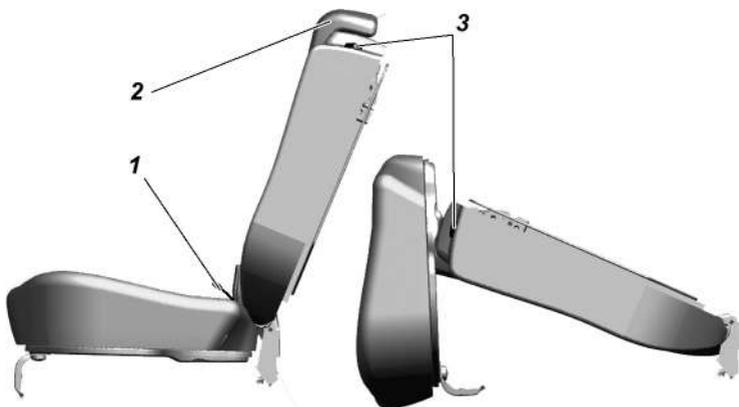

Рис. 3.38. Заднее трехместное сиденье:
Заднее трехместное сиденье (рис. 3.38) состоит из одноместной и двухместной подушки и одноместной и двухместной спинки.
- потяните за петлю 1 (рис. 3.38) (предварительно надавив на подушку, только для УАЗ ПИКАП), установите подушку в вертикальное положение;
- потяните за рычаг 3 по направлению движения автомобиля, освободив спинку, уложите ее, как показано на схеме, рис. 3.38;